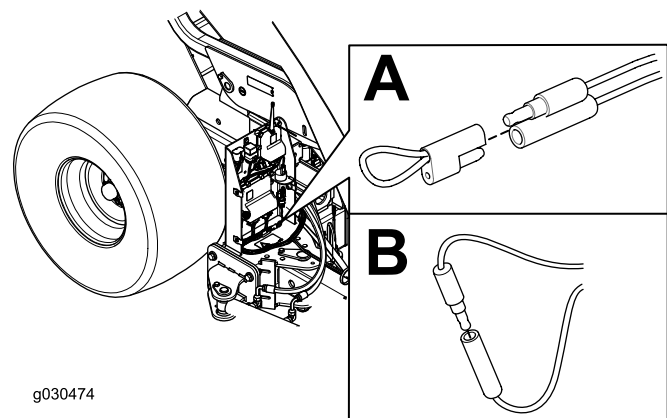

Figura 40
- 4. Retire el tapón de los 2 conectores de derivación diagnósticos (Figura 40, A).
- 5. Conecte entre sí los conectores de derivación diagnósticos (Figura 40, B).